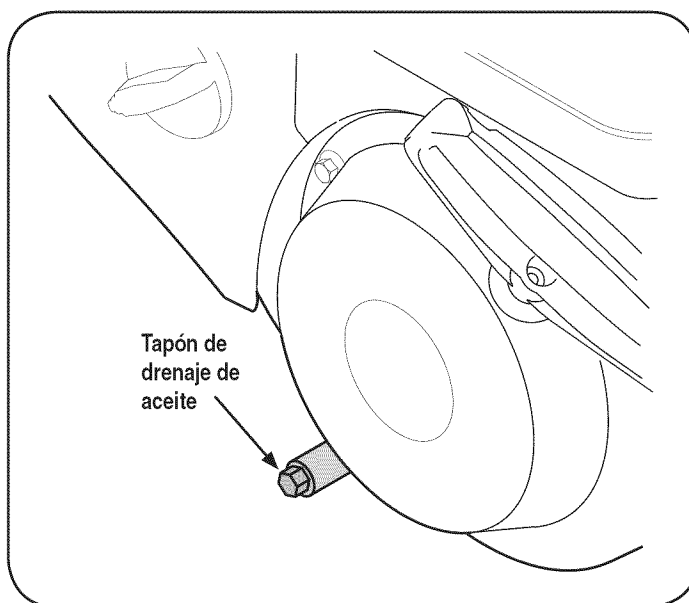

Figure 31
3. Saque el tapón de drenaje del aceite. Vea la Figure 31.